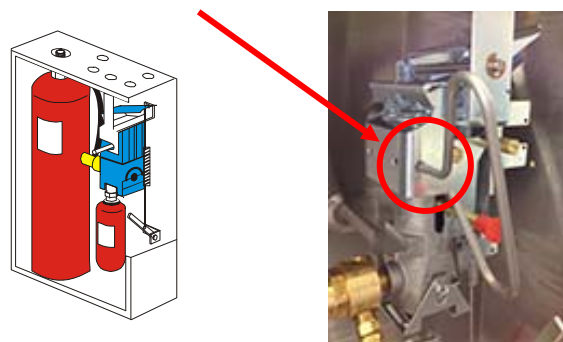

Bild 1. Låsnyckel installerad på utlösningmekanism
- Skruva bort locket från utlösningsskåpet. Placera låsnyckeln enligt bild 1.
- Känn efter att låsspärren sitter löst. Uppspänningsaxeln, (med röd plasthatt), skall sitta upphakad i utlösningbygeln. Se bild 1, nedre kant.